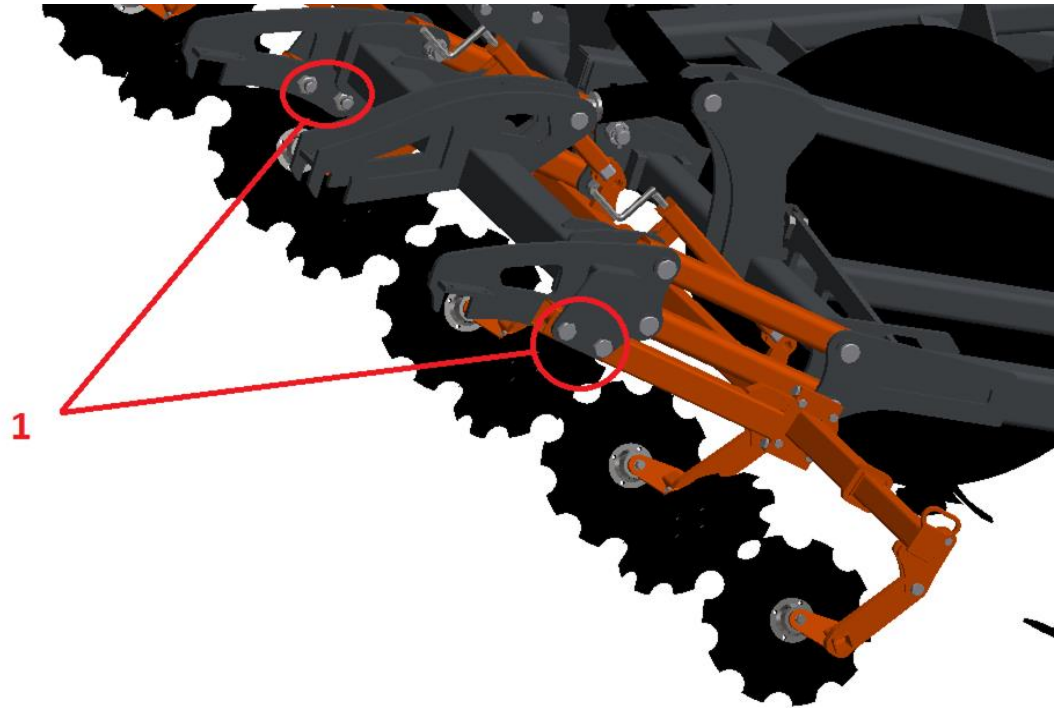

Figure 10 Montage de barres de disques.
Monter les barres de disques sur les porte-bras (Fig. 10 item 1) à l'aide de vis M 30, d'écrous et de rondelles.